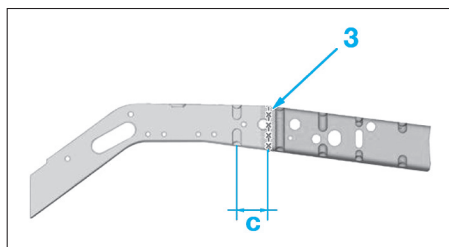

FIG. 10
- Tracer puis découper la partie avant du renfort longeron neuf selon la ligne de coupe (3) (Fig.10).